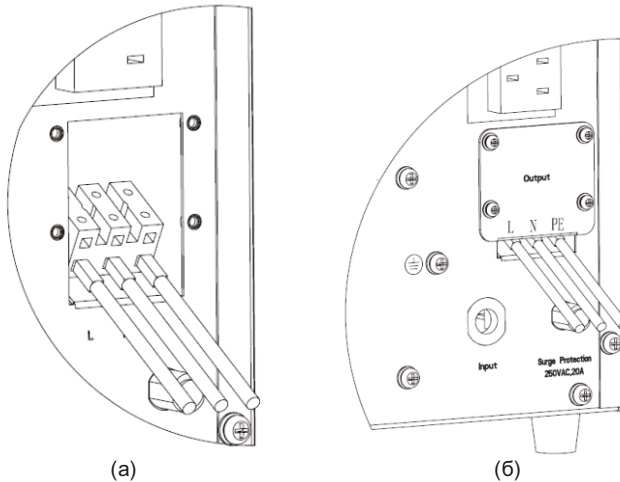

Рис. 3. Колодка зажимов ИБП 3 кВА
- 2). Используйте медный кабель сечения AWG14 (американский калибр проводов), что соответствует сечению 2 кв.мм., для подключения нагрузки, рис. 3(а).
- 4). Установите на место крышку, как показано на рис. 3(б).